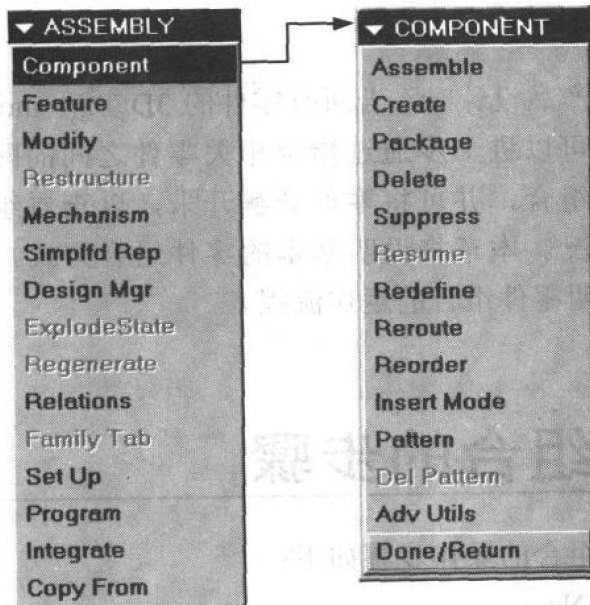

图 1.2
2. 选择 Component 命令，进行零件的组合，如图 1.2 所示。